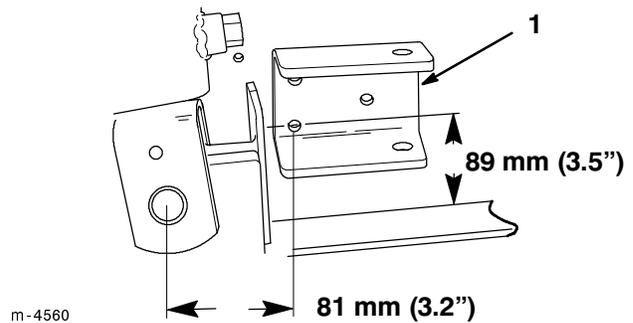

Figure 3
3. Aligner le support de barre latérale comme illustré à la Figure 3, et marquer le centre des trois trous (il peut être nécessaire d'ajuster un peu la position du support pour que le support et la contre-plaque ne portent pas contre les parties soudées de l'unité de traction).